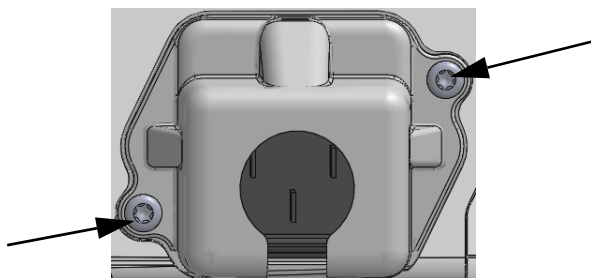

Figura 3-5 Cubierta de entrada del monitor avanzado HemoSphere: ubicaciones de los tornillos
- 1 En ese caso, retire los dos tornillos (figura 3-5) que sujetan la cubierta de entrada del cable de alimentación en el panel trasero del monitor.